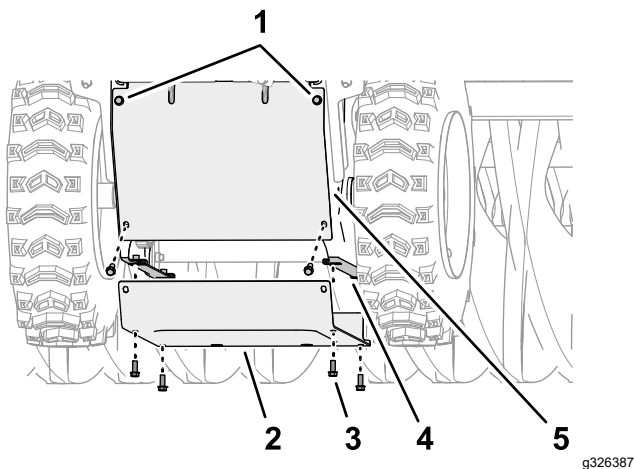

Bild 47
5. Lösen Sie auf der Rückseite der Maschine die beiden oberen Bundkopfschrauben ($\frac{1}{4}$ " x $\frac{5}{8}$ "), mit denen die hintere Abdeckung an der Maschine befestigt ist (Bild 47).
6. Entfernen Sie die sechs Bundkopfschrauben ($\frac{1}{4}$ " x $\frac{5}{8}$ "), mit der die untere Abdeckung an der Maschine befestigt ist, und nehmen Sie die Abdeckung ab (**Bild 47**).